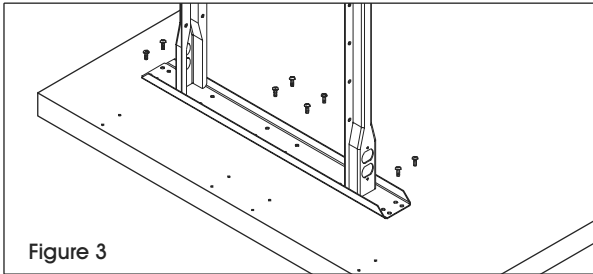

Figure 3
1. À l'aide de 16 vis à bois, fixez les pattes à la face inférieure du dessus de table (5), par les trous prépercés. (Voir Figure 3)